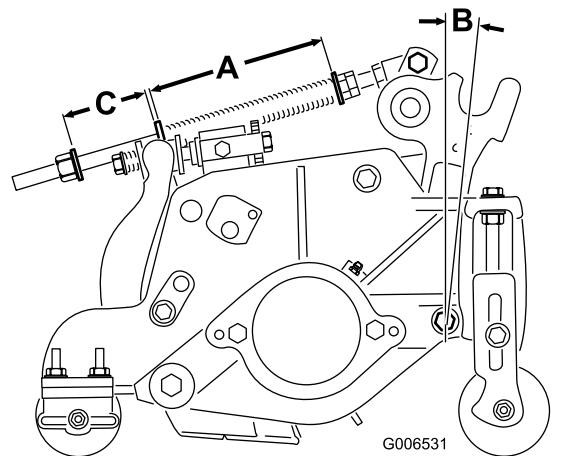

Figura 20
La molla di compensazione del manto erboso (Figura 20) trasferisce il peso dal rullo anteriore a quello posteriore, per contribuire a ridurre l'ondulazione del manto erboso, detta anche fluttuazione o bobbing.
1. Serrate il dado di bloccaggio a tergo dell'asta della molla fino ad ottenere una luce di 51 mm tra la parte posteriore della staffa a molla e la parte anteriore della rondella (C) (Figura 20).
2. Serrate i dadi esagonali sul lato anteriore dell'asta della molla, finché la lunghezza compressa (A) della molla non è di 15,9 cm (Figura 20).
**Nota:** Man mano che la lunghezza della molla compressa (A) **diminuisce**, il peso trasferito dal rullo anteriore a quello posteriore **aumenta** e l'angolo di
**Nota:** Man mano che la distanza (C) tra la staffa della molla e la rondella **aumenta**, la distanza dell'elemento di taglio da terra **diminuisce** e l'angolo di rotazione tra il telaio portante e l'elemento di taglio (B) **aumenta**.
**Nota:** Per il taglio di tappeti erbosi ondulati, aumentate la lunghezza compressa (A) della molla e l'ampiezza (C) di 13 mm (Figura 20).